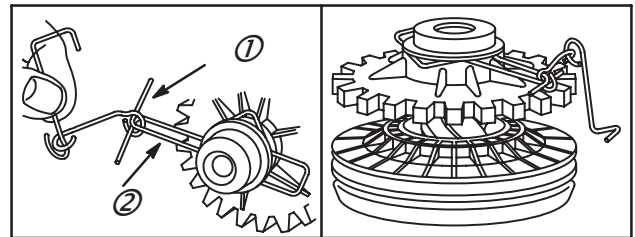

Fig. 56
14. Monter l'extrémité de la boucle de l'épingle (1) vers le pignon, sur l'ensemble épingle (2). Nettoyer soigneusement toutes les pièces et s'assurer que la friction de l'épingle est correcte. L'épingle doit déplacer le pignon de part et d'autre. Sinon, la remplacer, Fig. 56.